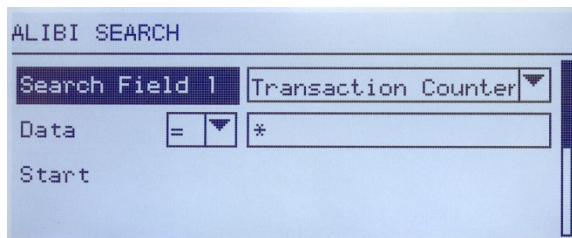

Figura C-1: Tela Procurar álibi
2. A tela Busca é exibida. A Figura C-1 mostra Campo de Busca 1 – a primeira das duas telas de pesquisa de memória Álibi. Observe a barra de rolagem à direita, indicando que há uma segunda tela disponível. A segunda tela contém Campo de Busca 2 e seus campos de dados associados.